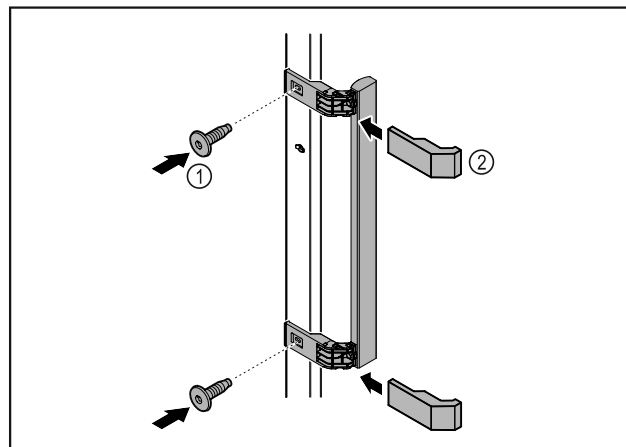

Fig. 7
- Szerelje fel az ajtóra a kilincset a csomagban található csavarok Fig. 7 (1) segítségével.
- ▶ Helyezze fel a fedelet Fig. 7 (2).